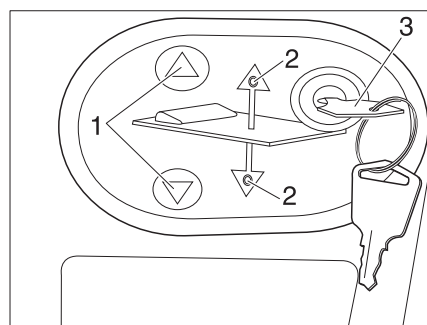

Fig. 155 Panneau de commande pour le lit escamotable électrique
- Insérer la clé (Fig. 155,3) dans le panneau de commande.
- Appuyer sur la touche  ou  (Fig. 155,1) et la maintenir enfoncée. La DEL (Fig. 155,2) respective s'allume et le lit escamotable s'abaisse ou se lève.
- Lorsque la position désirée est atteinte, relâcher la touche  ou  (Fig. 155,1). La DEL (Fig. 155,2) respective s'éteint.
- Retirer la clé (Fig. 155,3).